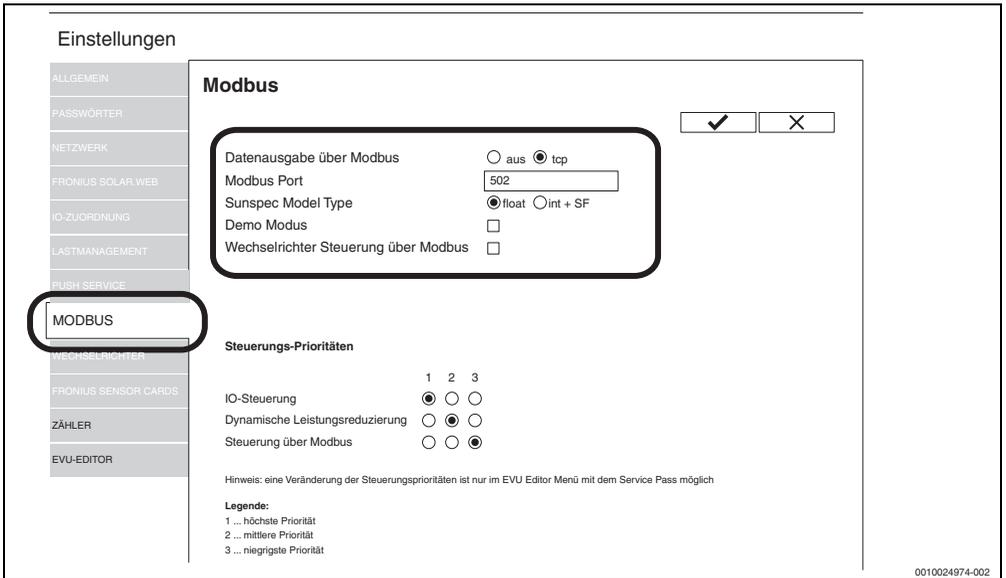

Bild 14 Einstellungen prüfen (Für die Fronius Gen24 Plus-Wechselrichter kann die Darstellung in der Web-UI abweichen)
- ▶ Überprüfen, ob die Übersicht des Fronius Datamanagers der Anzeige in Bild 14 auf Seite 14 entspricht.
5. Im Reiter links auf **Modbus** klicken (→ Bild 14).
6. Sicherstellen, dass im Bereich **Modbus** folgende Einstellungen gesetzt sind(→ Bild 14):